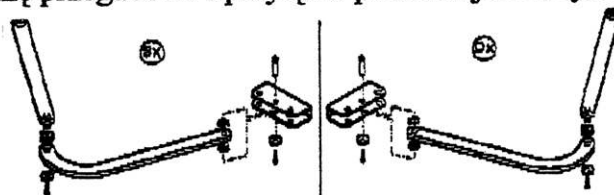

Fig. 9
- Podłączyć ramię przegubowe i przyłącze przednie jak na rys. 9.